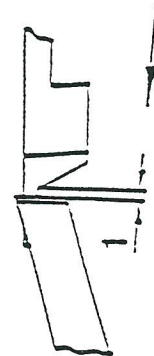

Abb. 21
- Obermesser durch Drehen am Handrad so stellen, daß ein Abstand von 1 mm entsteht, bevor die Schneiden aufeinander treffen (Abb. 21):